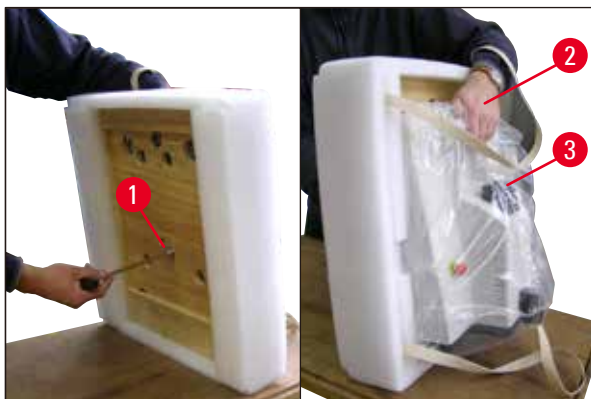

Fig. 5
- Vip apparatet og bundpladen (→ Fig. 5) - hold apparatet med den ene hånd i fordybningen (→ Fig. 5-2) til bufferbakken! Løft eller hold den ALDRIG ved skærehovedet (→ Fig. 5-3)! Skru skruen (→ Fig. 5-1) af med den medfølgende unbrakonøgle størrelse 8, og fjern bundpladen.